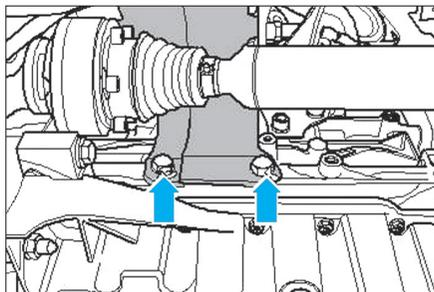

Fig. 78
- Déposer la tôle de protection de la transmission avant droite (Fig.78).